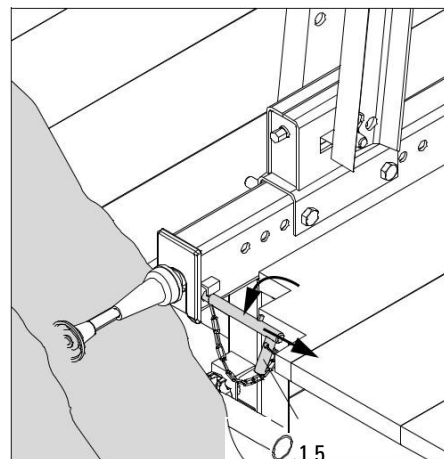

Fig. B4.01a
9. Стегнете осигурителните щифтве (1.5). (Fig. B4.01a)